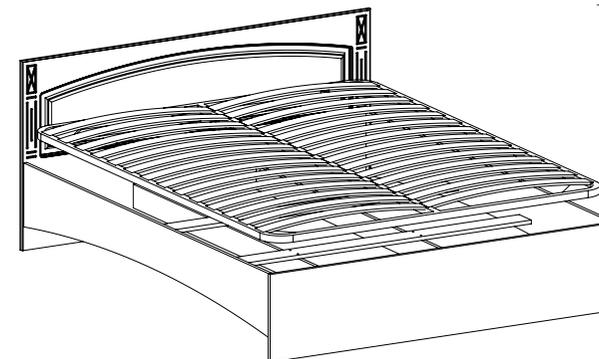

Рис.6
9. Установить каркас с ламелями на отведенное место. При необходимости отрегулировать опоры каркаса по высоте (Рис. 6).